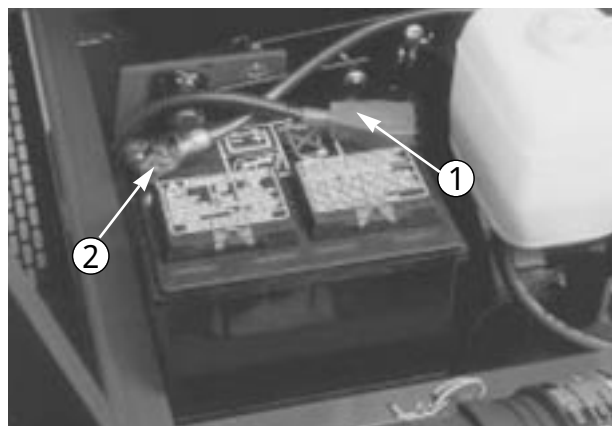

図2
3. 赤い（+）ケーブルを（+）端子にナットで確実に固定する（図2）。
4. 黒い（-）ケーブルをバッテリーの（-）端子にナットで確実に固定する（図2）。